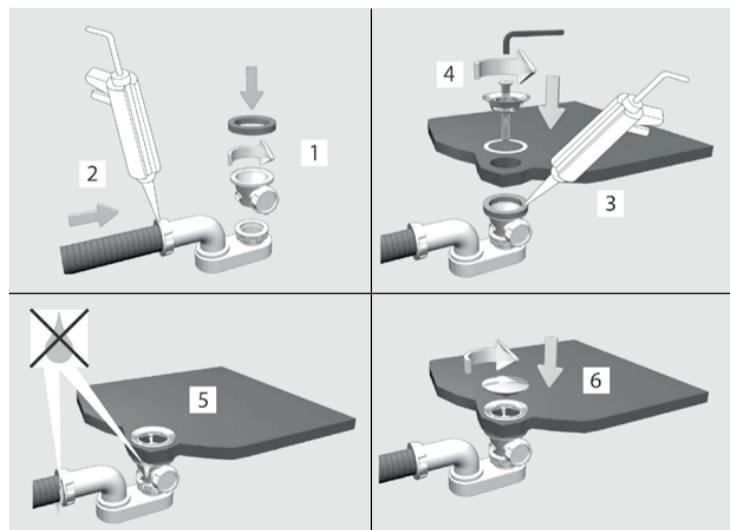

Fig.3
- Installare il kit di scarico sulla vasca come indicato nelle figure immagini (vedi Fig.3) e secondo le istruzioni del produttore del kit di scarico stesso